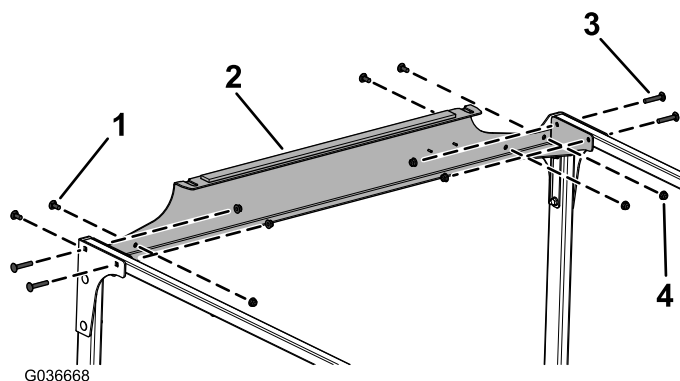

Figura 10
9. Instale sem apertar a ligação cruzada traseira nas tubagens da ligação cruzada e nas placas traseiras utilizando quatro parafusos de carroçaria (5/16" x 1 3/4"), quatro parafusos de carroçaria (5/16" x 3/4") e oito porcas flangeadas (5/16"), como se mostra na Figura 10.